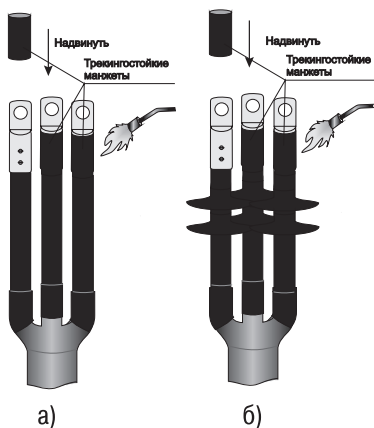

Рисунок 14
4.27.5 Обезжирить на каждой жиле цилиндрическую часть наконечников и трубку по жиле на длине 60–70 мм. Надвинуть трекинговую манжету на трубчатую часть наконечников и усадить их, начиная с середины. После усадки манжеты должны плотно облегать наконечники и трубки на жилах. По торцам манжет должен выступить расплавленный клей (рисунок 14).